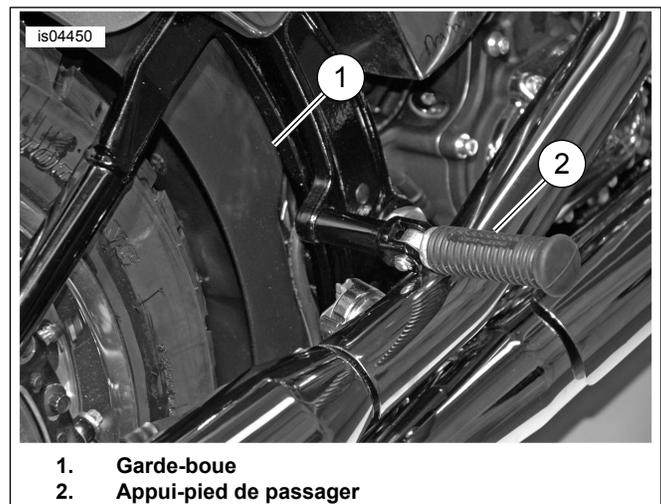

Figure 5. Garde-boue et appui-pied de passager
1. Voir Figure 5. Retirer la vis sur le côté intérieur et soulever les languettes pour libérer le garde-boue (1).
2. Voir Figure 5. Glisser le garde-boue vers le bas à l'intérieur de la cage de roue à sa position initiale.